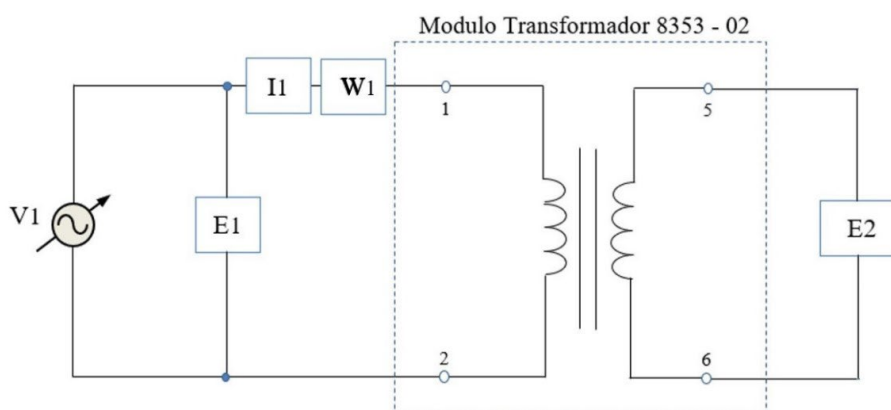

Imagen 3. Esquema de transformador monofásico.
- Selecciona el módulo de cables de conexión y 3 multímetros (1 configurado como amperímetro y dos como voltímetro) para que puedas armar el esquema del circuito y establecer la conexión entre la fuente de alimentación y el transformador, según lo mostrado en la imagen 3.